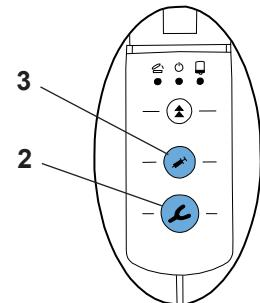

Fig. 8
- Hvis brukeren trykker på en av leveringstastene (avtrykksbrett (2, Fig. 8) eller dispenseren (3, Fig. 8)) uten å velge et blandeprogram, aktiveres  $\text{ST}$ -programmet automatisk. Lysdioden ved siden av  $\text{ST}$ -tasten tennes.